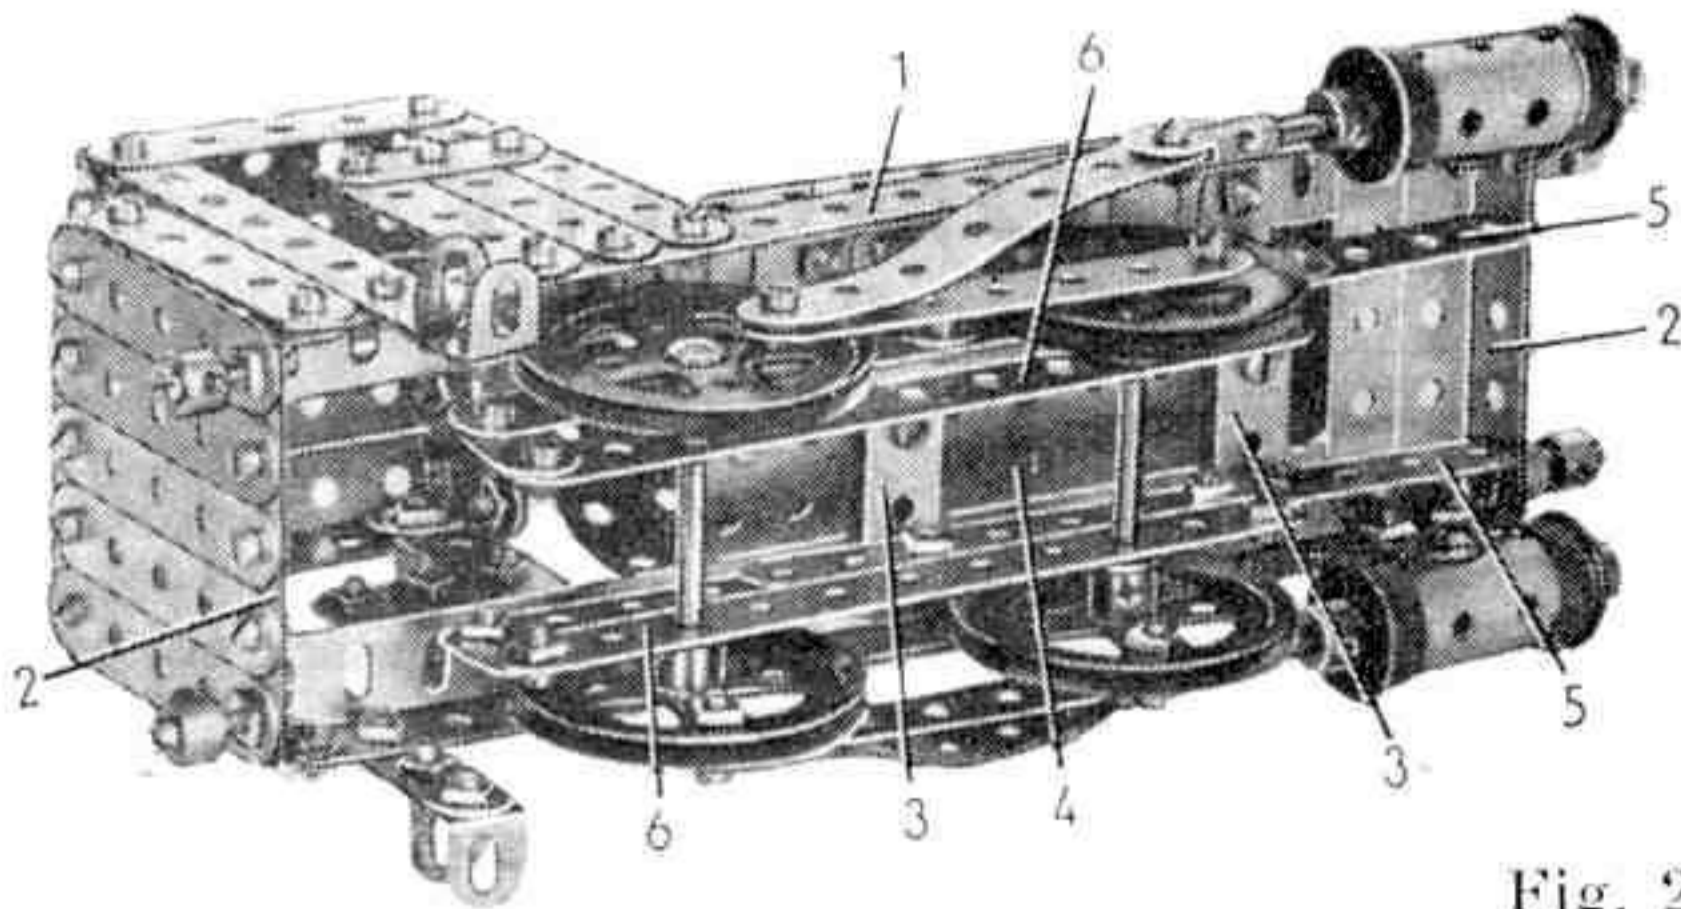

Fig. 2
Le châssis de la locomotive est formé de deux longerons (1). Chaque longeron est composé de deux cornières de 11 trous qui se recouvrent sur 5 trous. Les longerons (1) sont assemblés à leurs deux extrémités par des bandes coudées de  $60 \times 12$  mm. (2). En outre, 4 bandes de 5 trous sont boulonnées au travers du châssis (fig. 2). Deux bandes coudées de  $38 \times 12$  mm. (3) sont fixées sur deux des bandes de 5 trous par des
L'arrière de la locomotive est formé par cinq bandes de 5 trous (fig. 2). Ces bandes sont boulonnées sur la bande